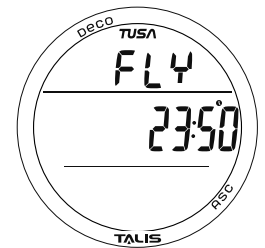
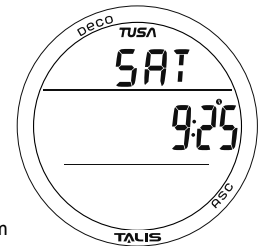

Abb. 79 - ZEIT BIS ZUM FLIEGEN
Abb. 80 - ENTSÄTTIGUNGSZEIT
- A (< 2 Sek.), im ersten Planungsdisplay - zum Aufrufen der „Zeit bis zum Fliegen“ (Abb. 79), dann erneut drücken zur Anzeige der Entsättigungszeit (Abb. 80).